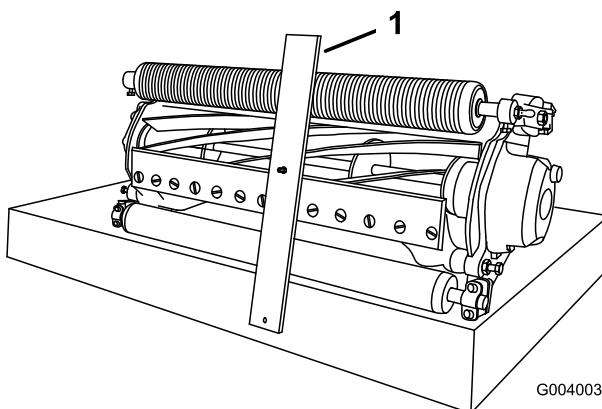

Figura 58
3. Enganche la cabeza del tornillo sobre el filo de la contracuchilla y apoye el extremo trasero de la barra sobre el rodillo trasero (Figura 58).